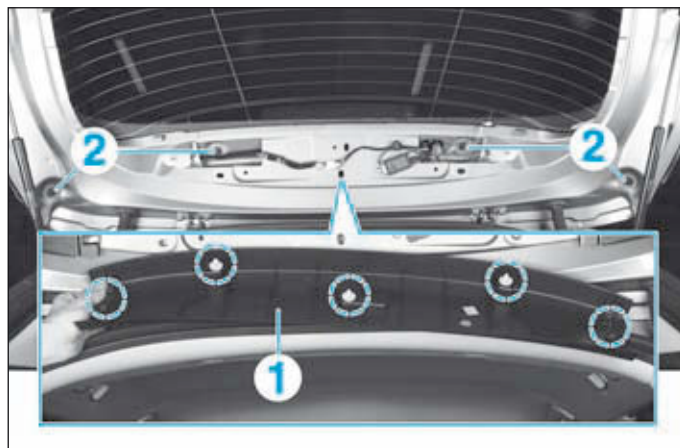

FIG.84
- Dégrafer et déposer la garniture (1) (Fig.84).